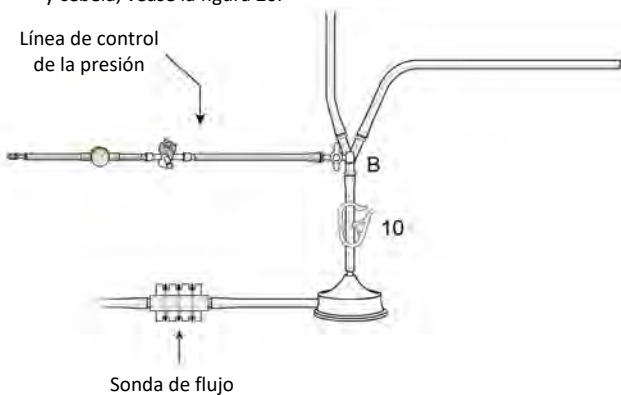

Figura 20
- (a) Conecte la línea de control de la presión prebomba (para medir la presión negativa, aspiración de la bomba) a la válvula de cierre «B» y cébela; véase la figura 20.